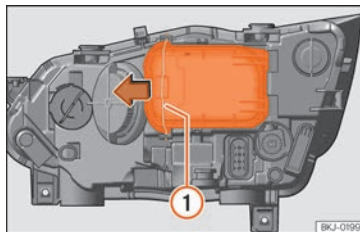

Abb. 104 Im Motorraum: Abdeckung entfernen.
- Die Strebe »» **Abb. 104** **①** in Pfeilrichtung verschieben und den Deckel abnehmen.